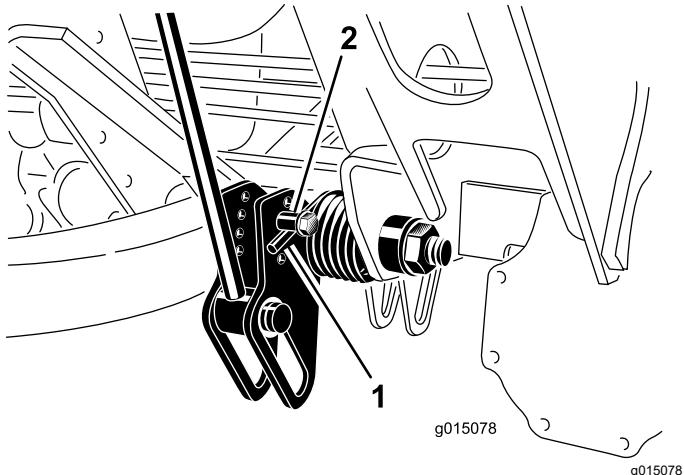

Figure 59
3. Tout en détendant le ressort, retirez le boulon et le contre-écrou de fixation de l'actionneur de ressort au support (Figure 59).